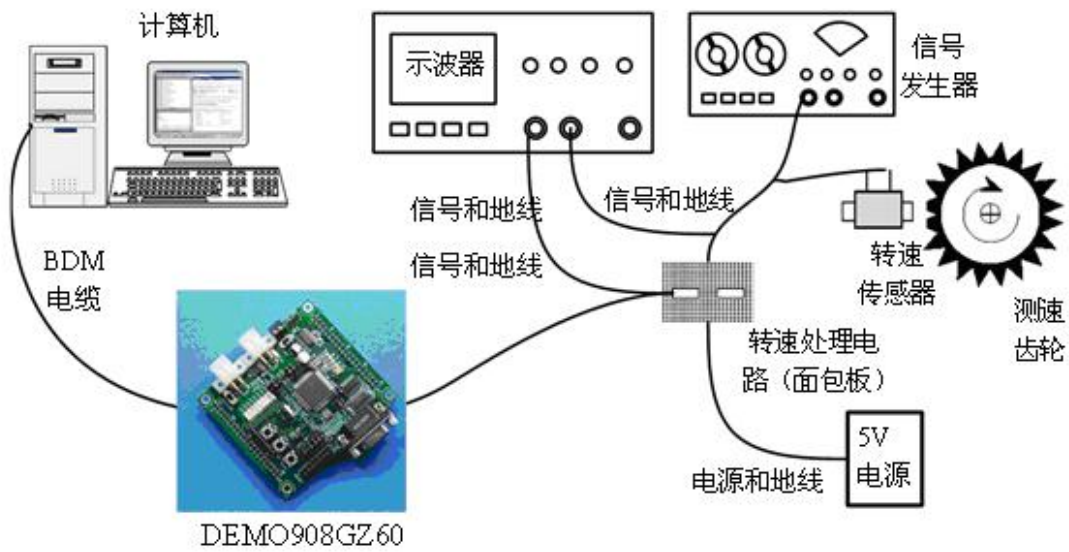

图 2.1 转速处理硬件实验框图
- (1) **搭建磁电式传感器传感器的信号处理电路：**整个测速的硬件框图如图 2.1 所示，测速齿轮和传感器作用后的信号给转速处理电路，将磁电式传感器的输出由正弦交流信号转换为直流方波信号，转速处理电路一共分为分压、滤波、限幅、跟随、比较